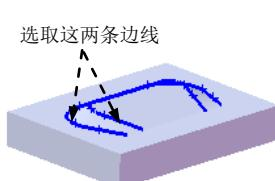

图 17.11.13 选取圆角放 1 置参
(3) 选择引导线。本例中使用系统默认的引导线。
(4) 单击 **按钮**，完成放样 1 的创建。
Step8. 创建圆角 1。要圆角的对象为图 17.11.13 所示的边线，圆角半径为 10.0。